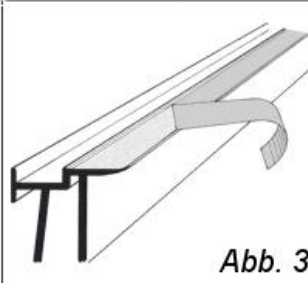

Abb. 3
4. Beginnen Sie mit der längsten Leiste 1 und ziehen Sie, wie in Abb.3, 5 cm des farbigen Schutzstreifens von jedem Ende ab und falten diese zurück, so dass sie an der Vorderseite der Leiste herausragen.(Abb. 3)